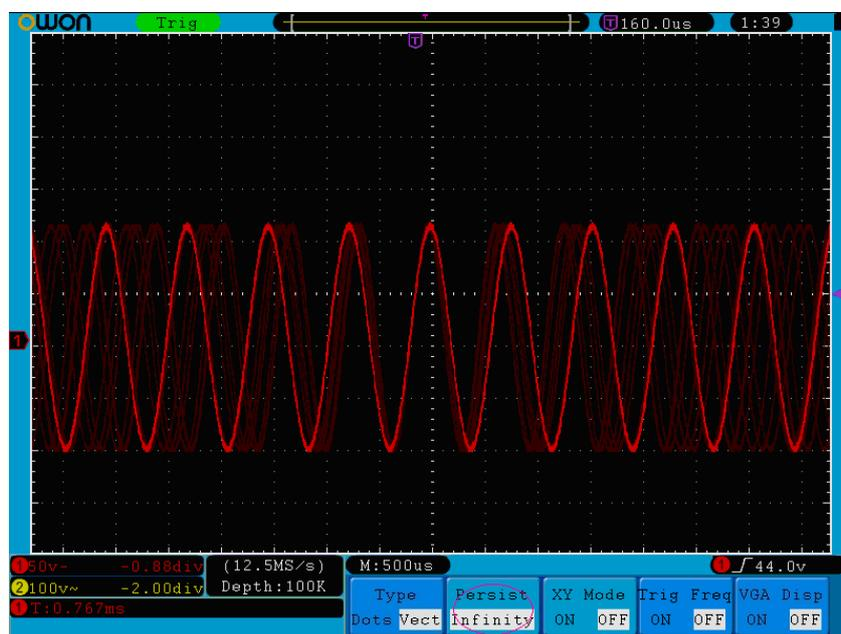

Figure 5-31 Affichage persistance infinie
**Infinity.** Lorsque l'option "**Infinity**" est choisie pour la durée de **Persistence**, les points de mesure seront enregistrés jusqu'à ce que la valeur de contrôle soit changée (voir *Figure 5-31*). En appuyant sur le bouton **F2**, la persistance sera supprimée.